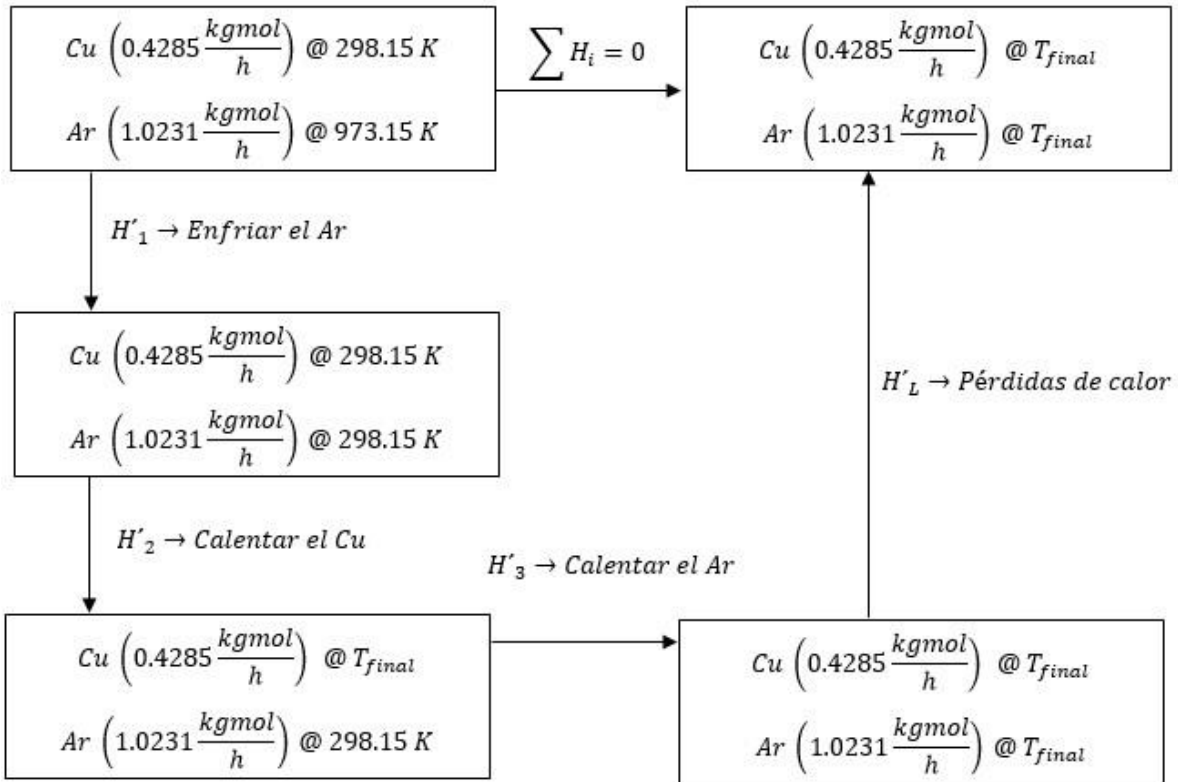

Figura 4.- Esquema del balance de energía para el horno de precalentamiento.
b) Primero se plantea el balance a realizar, la Figura 4 presenta una propuesta de balance considerando nuevamente la temperatura de referencia previamente establecida (298.15 K).